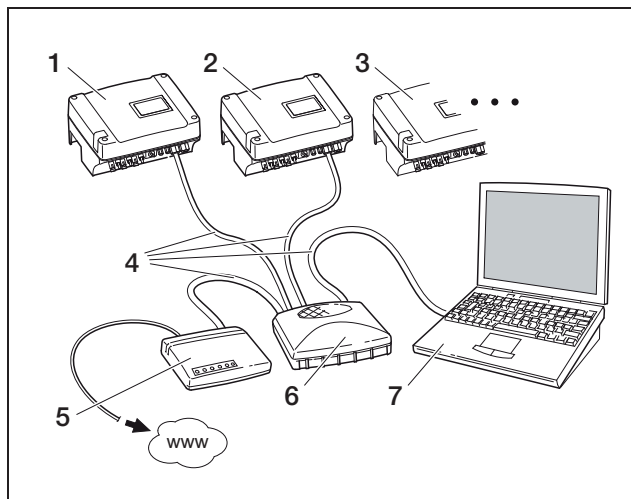

Figura 77: Scheda di comunicazione I:
- oppure quando si gestisce l'inverter con un collegamento DSL con router e si desidera collegarsi all'inverter dall'esterno attraverso il router (figura 77 o 78).